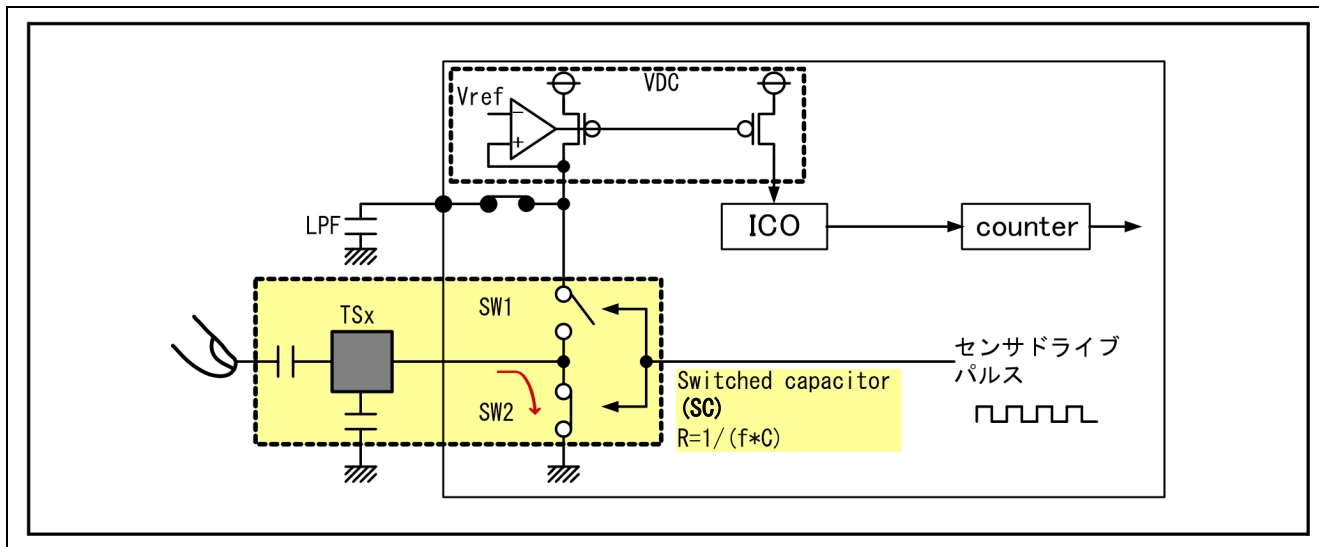

図 2-3 放電動作
- (2) SW1 : OFF、SW2 : ON にすることで、充電された容量は放電されます (図 2-3)。
(1)と(2)の充放電を早いタイミングで切り替えることによりスイッチドキャパシタフィルタに電流が流れます。このとき人体の接近により、静電容量値が変わるため、流れる電流が変化します。TSCAP 電源を生成する VDC(voltage-down-converter)回路から、スイッチドキャパシタフィルタに流れる電流に比例した制御電流を ICO に供給することでクロックを生成します。人体の接近によって変わるクロック周波数をカウンタで計測し、読み出したカウンタ値を用いて、ソフトウェアで人体の接近を判定します (図 2-3)